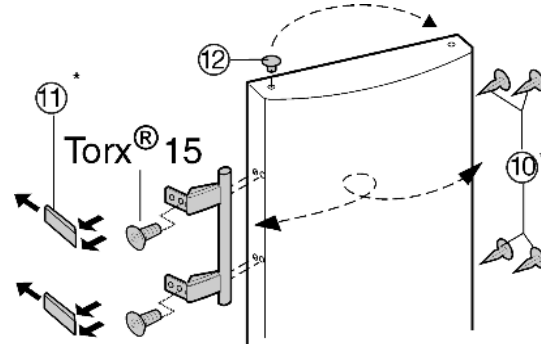

Fig. 8
- ▶ Til de stop *Fig. 8 (12)* uit de deurlagerbus en plaats hem om.
- ▶ Monteer deurgreep, stop *Fig. 8 (10)* en drukplaten *Fig. 8 (11)* af en monteer ze aan de tegenoverliggende kant.